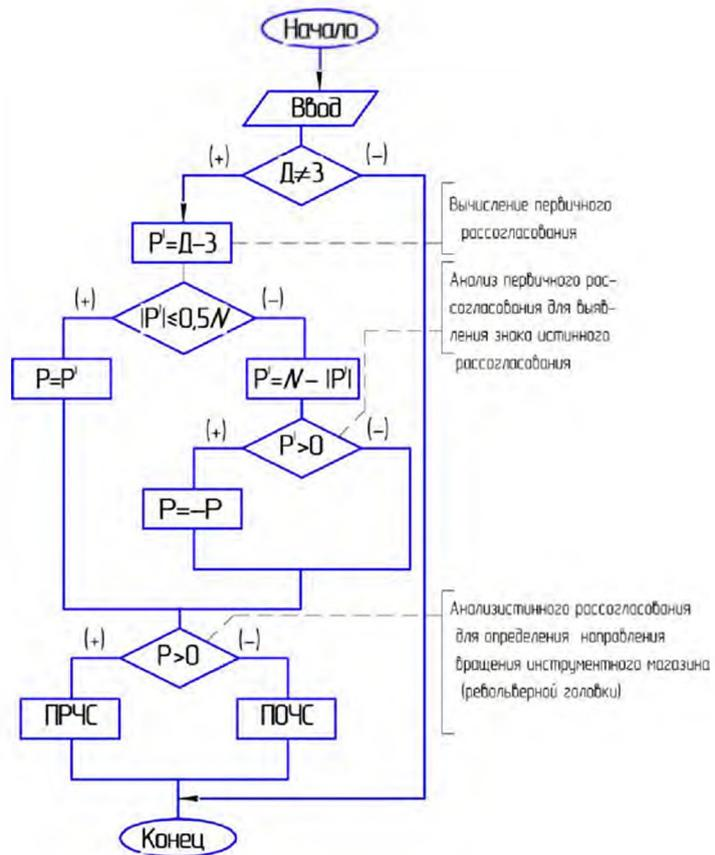

Рис. 1.
1. По алгоритму, блок-схема которого приведена на рис.1., следует определить направление вращения инструментального магазина инструментов. Студент вычерчивает схем инструментального магазина с 24 позициями. Исходные данные для расчета $D=15$; $Z=4$.